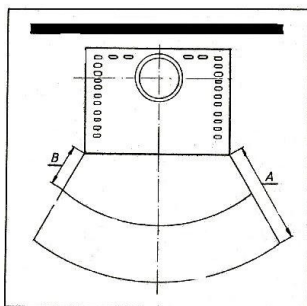

Fig. 8
Per gli elementi costruttivi, i mobili e i tessuti di arredamento infiammabili situati nella zona di irraggiamento della stufa è necessario rispettare una distanza minima di **100 cm** (A), misurati dal bordo anteriore dell'apertura del focolare. La distanza di sicurezza si riduce ai **40 cm** (B) qualora di fronte all'elemento sia installata una protezione areata (v. fig. 8).